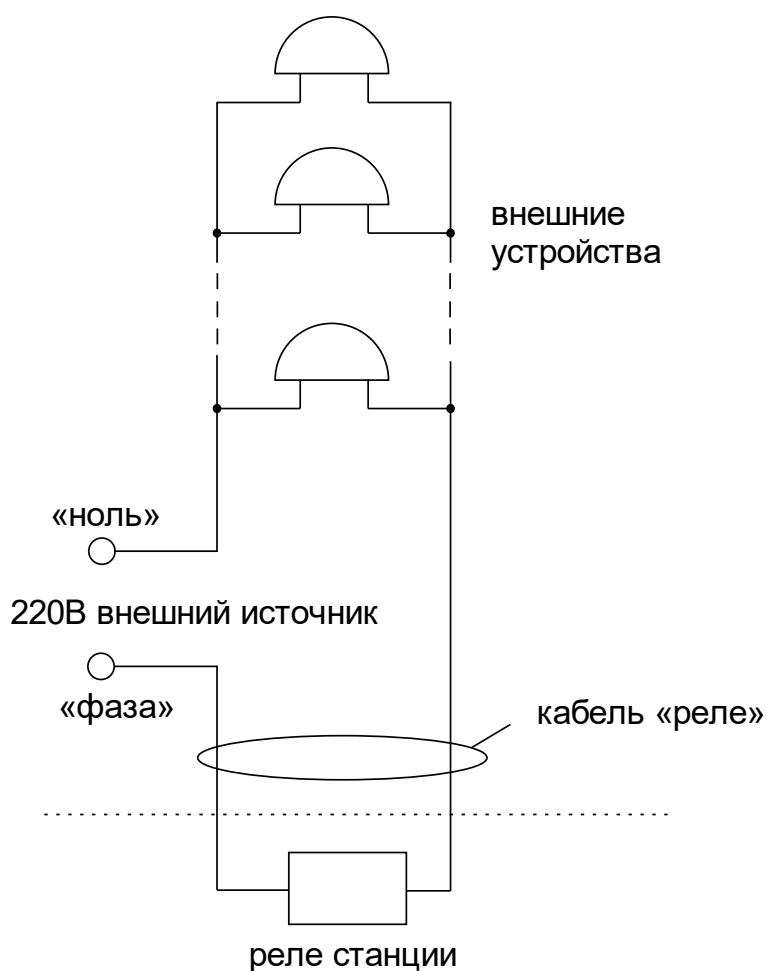

Рис. 1.
Все коммутируемые часовой станцией внешние устройства (например, звонки громкого боя) должны быть соединены по схеме рис. 1. При этом для подключения данных устройств используется внешнее электропитание 220 В.
4.5. Смонтируйте схему включения внешних устройств как показано на рис. 1. К внешним устройствам относятся, например, школьные звонки громкого боя.